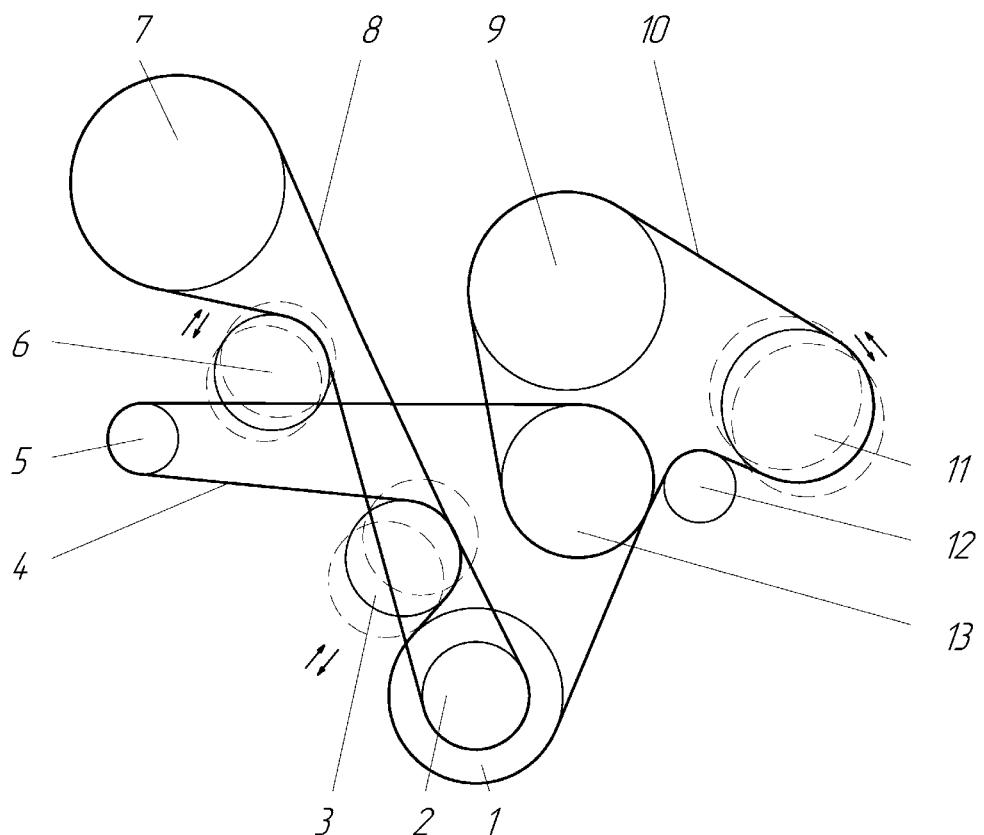

Рисунок 24 – Схема привода вспомогательных агрегатов:
**Привод водяного насоса и генератора** осуществляется поликлиновым ремнем 6РК 1220. Натяжение ремня производится изменением положения натяжного ролика 3 (Рисунок 24).